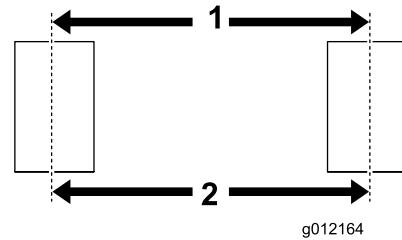

Figura 4
2. Misurate la distanza interasse all'altezza del mozzo della ruota, sulla parte anteriore e posteriore degli pneumatici (Figura 4).